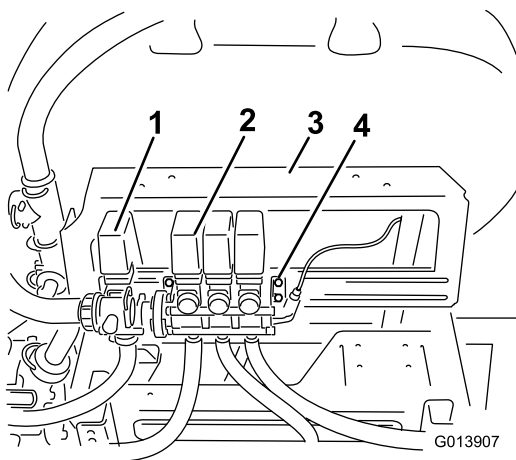

図 3
1. ブーム・バルブ・アセンブリを取り付けブラケットに固定しているボルトをゆるめる (外さないこと) (図 3)。